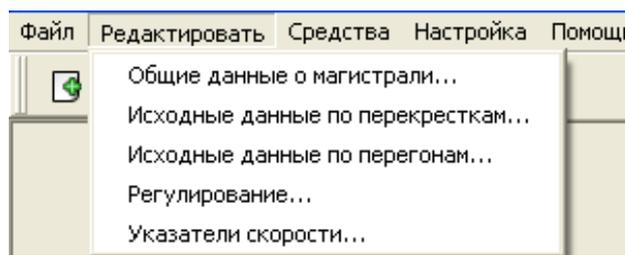
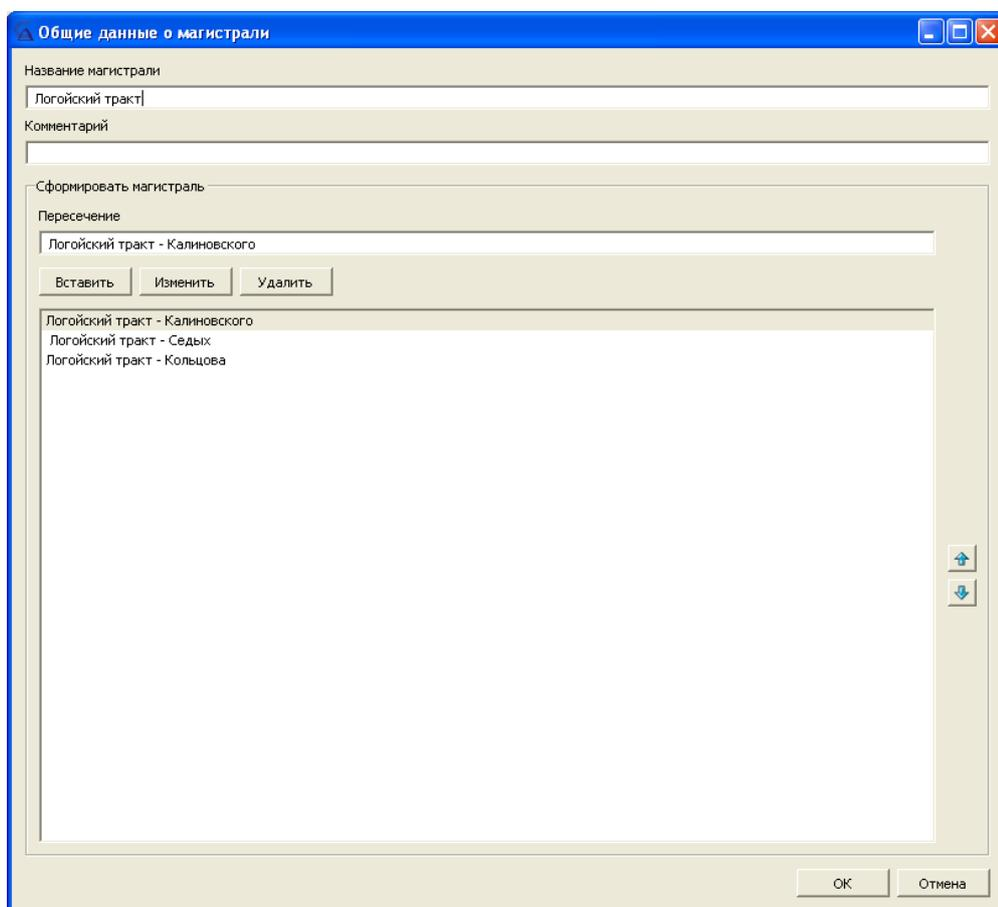

Рисунок 72
Рисунок 73
3.4.2.2.3. Пункт меню "Редактировать" содержит команды (рис.72):
При выборе команды "Общие данные о магистрали..." (см. рис. 72) появляется окно (рис. 73).
При выборе команды "Исходные данные по перекресткам..." (см. рис. 72) появляется окно "Мастер" (рис. 74), которое позволяет ввести название и статус каждого входа пересечения магистрали. Выбор пересечения осуществляется в поле "Перекресток" со списком, содержащем все пересечения магистрали.
При выборе команды "Исходные данные по перегонам..." (см. рис. 72) появляется окно (рис. 82), которое позволяет ввести параметры каждого перегона магистрали.
При выборе команды "Регулирование..." (см. рис. 72) появляется окно (рис. 83), которое позволяет ввести параметры регулирования для каждого направления движения всех пересечений магистрали.